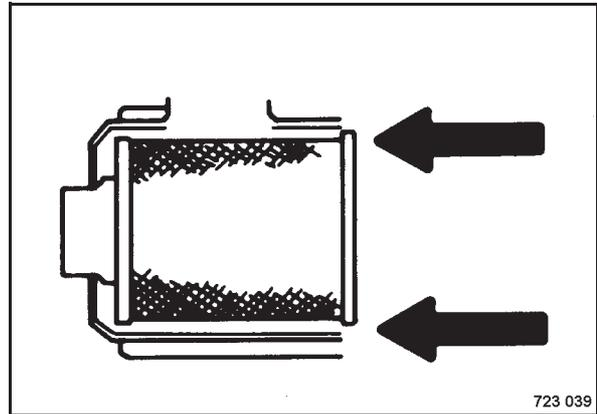

Bild 124
- Filterelement (Bild 124) einsetzen.